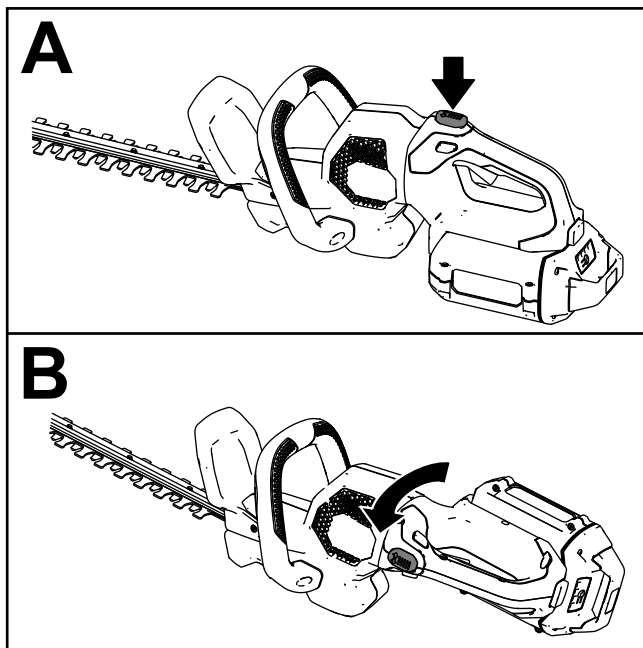

Figura 8
- Mantenga pulsado el botón de bloqueo de la rotación (Figura 8, A).
- Rote la empuñadura 90° a la izquierda o a la derecha dependiendo del sentido de corte deseado, luego suelte el botón de bloqueo para bloquear la empuñadura en la posición deseada (Figura 8, B).